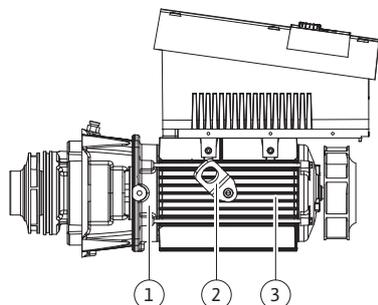

Fig. 13: Indstikssæt
Monteringsteknisk hører pumpehjulet (fig. 6, pos. 6) og lanternen (fig. 6, pos. 7) til indstikssættet (fig. 13).
I den forbindelse skal transportringene (fig. 13, pos. 2), fjernes fra motorflangen (fig. 13, pos. 1), sættes på motorhuset og fastgøres igen med de samme skruer på motorhuset (fig. 13, pos. 3).